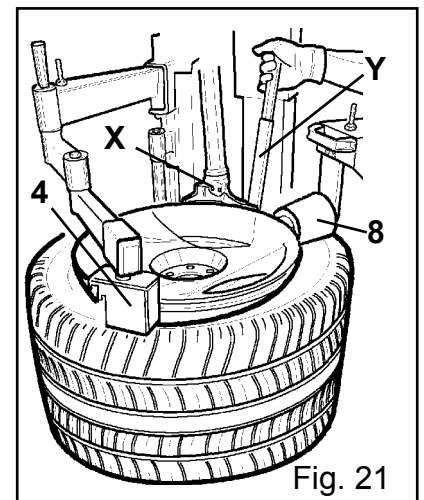

Fig. 21
Posizionare (Fig.21) il rullo dell'accessorio di destra (8) alla destra della torretta (X) e il premitallone dell'accessorio di sinistra (4) dalla parte opposta, in modo che premano leggermente il pneumatico verso il basso, per facilitare l'inserimento della leva alzatalloni (Y).